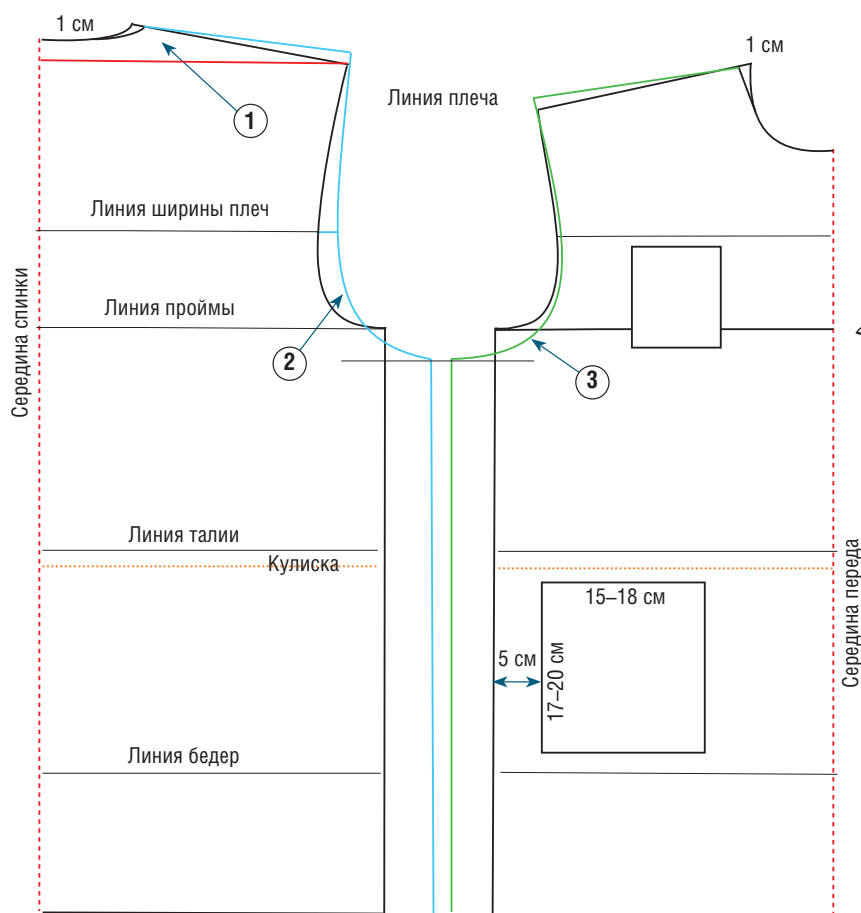

Рис. 1
② Модификация базовой выкройки начинается с необходимых расширений, которые в сумме составляют 28–32 см. Расширьте горловину по линии плеча на 1 см, затем поднимите край плеча тоже на 1 см. Расширьте величину обхвата груди на 8 см (это $1/4$ общей величины расширения: $32 : 4 = 8$ см) и от этой точки проведите параллель к линии бокового среза спинки (голубая линия на рис. 1). Затем опустите линию проймы на 4 см. Начертите кривую проймы с учетом сделанных раньше изменений и увеличив ширину выкройки по линии ширины плеч примерно на 3 см.
③ Расширение на полочке выполняется так же, как и на спинке (зеленая линия на рис. 1), за исключением линии ширины плеч, которая на полочке удлиняется очень редко. Наоборот, ее следует укоротить на 1–2 см, чтобы обеспечить большую комфортность при движении рук. Здесь ширина плеч уменьшена на 1 см.
Отметьте на чертеже приблизительное местоположение карманов и кулиски, расположенной на талии (на рис. 1 отмечена оранжевым пунктиром). Эти метки должны быть учтены при раскрое и перенесены на ткань.